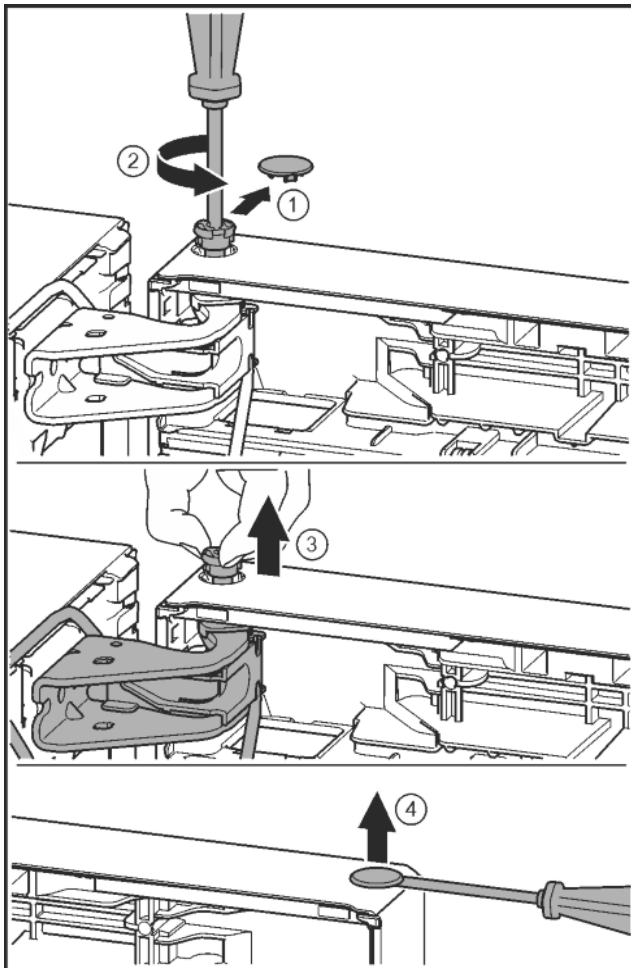

Fig. 24
- ▶ Осторожно снять предохранительную крышку. Fig. 24 (1)
- ▶ Немного выкрутить палец отверткой T15. Fig. 24 (2)
- ▶ Удерживать дверь и вытянуть палец рукой. Fig. 24 (3)
- ▶ Осторожно приподнять шлицевой отверткой заглушку из опорной втулки двери и вынуть. Fig. 24 (4)